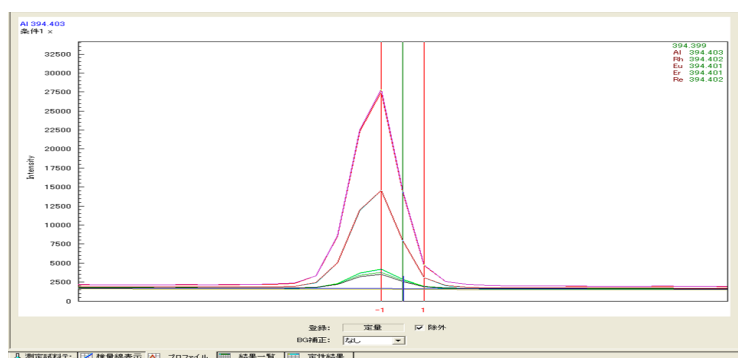

図 60
- ◆ ピーク位置・積分範囲もずれているので強度も低くなります。 図 60